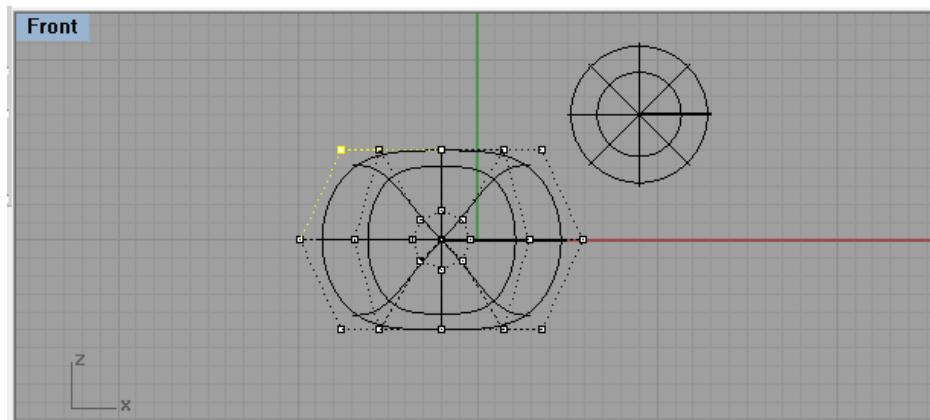

**Figura 5.9**
12.- Seleccionar los puntos de control de la parte superior de la esfera, como se muestra en la figura 5.9 y repetir los pasos 9, 10 y 11, como se muestra en la figura 5.10.